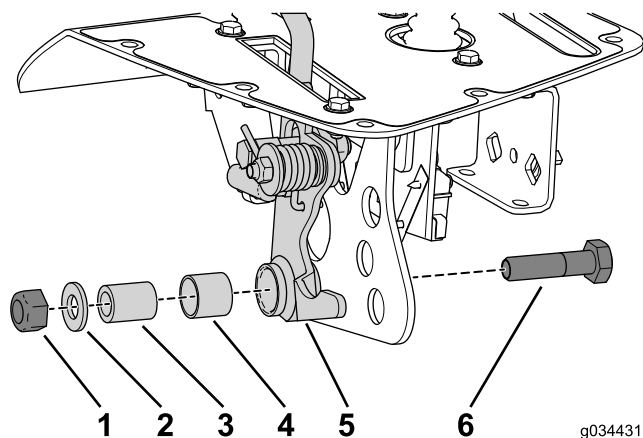

図 22
2. ハンドルアセンブリをブラケットに固定する先ほど外したロックナット、平ワッシャ、スペーサチューブ、ボルトを使用する 図 22。